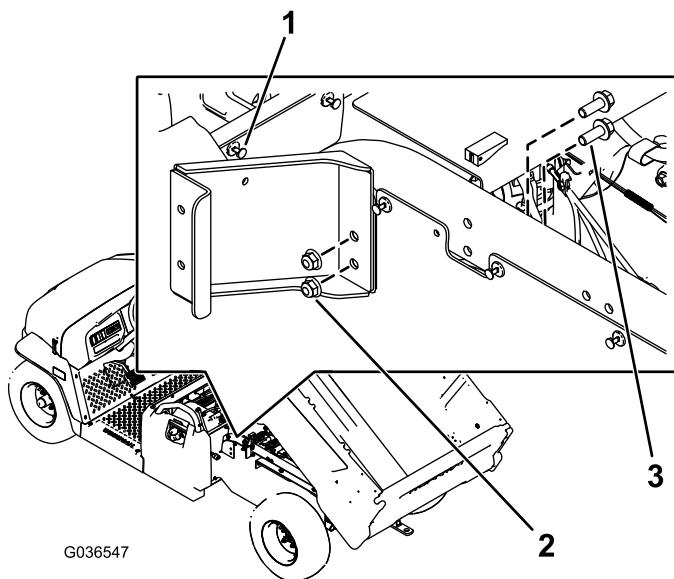

图1
- A. 从后座椅底座后的左侧面板卸下铆钉（图1）。
- B. 如图1所示，用 2 个六角凸缘螺栓 (3/8 x 1 英寸) 和 2 个螺母 (3/8 英寸) 安装左环形支架。